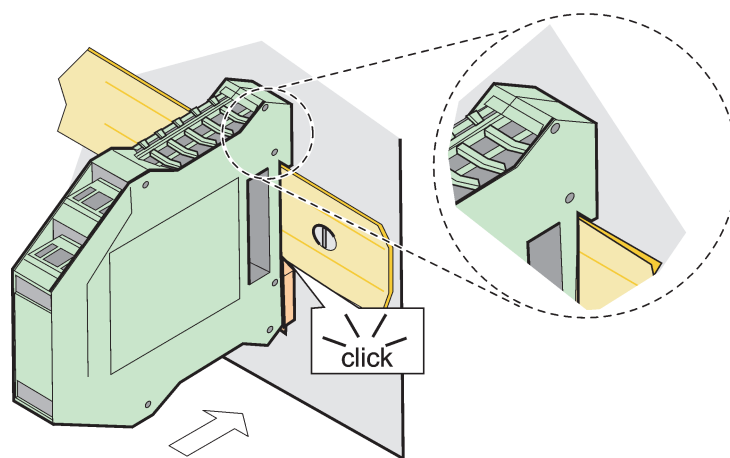

Figura 73 Instalación de un módulo de expansión
3. Gire el módulo hacia abajo y presiónelo contra el riel DIN hasta que se oiga el sonido de que enganchó (Figura 73).